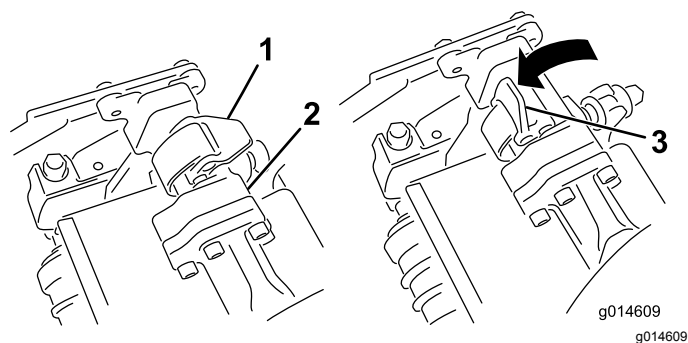
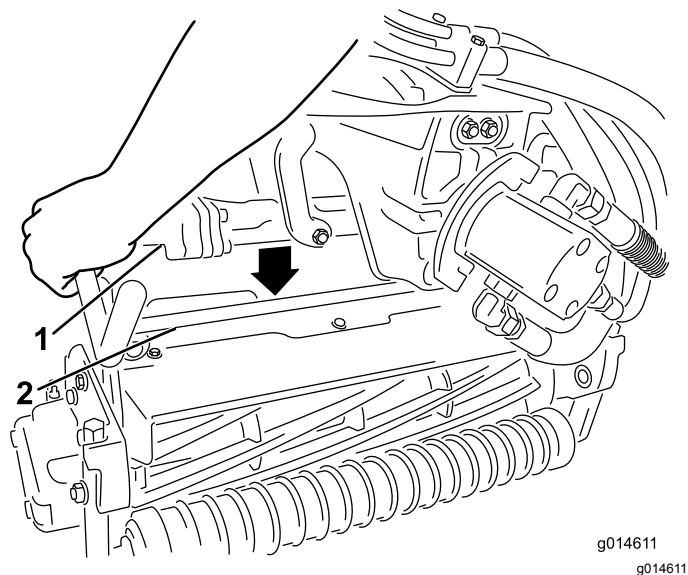

図 45
図 46
4. ラッチを下げて閉じるとカッティングユニットのバーがロックされてユニットがアームにセットされる 図 45。
3. サスペンションアームのバーについているラッチを上向き開いた状態にして 図 45、サスペンションアームを押し下げて、バーを、カッティングユニットのバーの上に被せるようにする 図 46。
4. 取り外したいカッティングユニットのサスペンションアームのバーについているラッチを開く(図 45)。